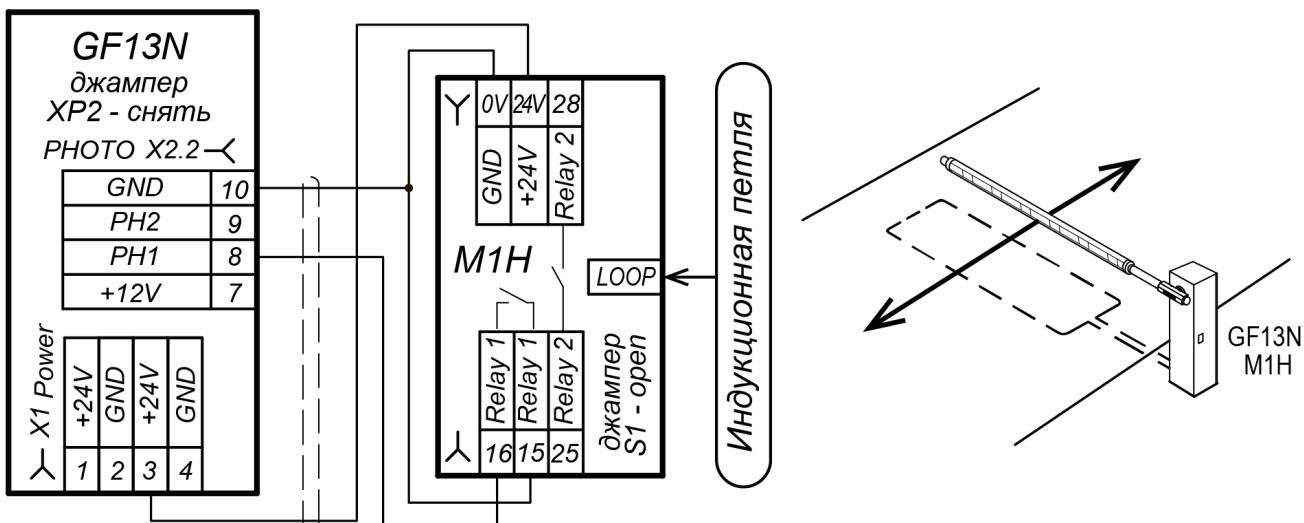

Рисунок 13. Схема подключения одноканального датчика M1H в качестве элемента безопасности и датчика проезда
Снятие или установку стрелы производите при снятых балансировочных пружинах (см. разд. 8.6.4). Переведите кронштейн крепления стрелы в горизонтальное положение, для чего вращайте винт (ручку) разблокировки привода (21) по часовой стрелке до упора (см. рис. 13).
- Снимите дверцу (2), открыв замок ключом.
- На приводе стрелы переведите рычаг (13) в нижнее положение (см. рис. 13).
Индукционная петля должна быть заранее уложена под дорожным полотном в зоне проезда в соответствии с проектом пункта контроля автотранспорта (парковки). Порядок укладки индукционной петли и установки контроллера см. в эксплуатационной документации на контроллер. Схемы подключения контроллера индукционной петли в качестве элемента безопасности и датчика проезда представлены на рис. 13, 14: